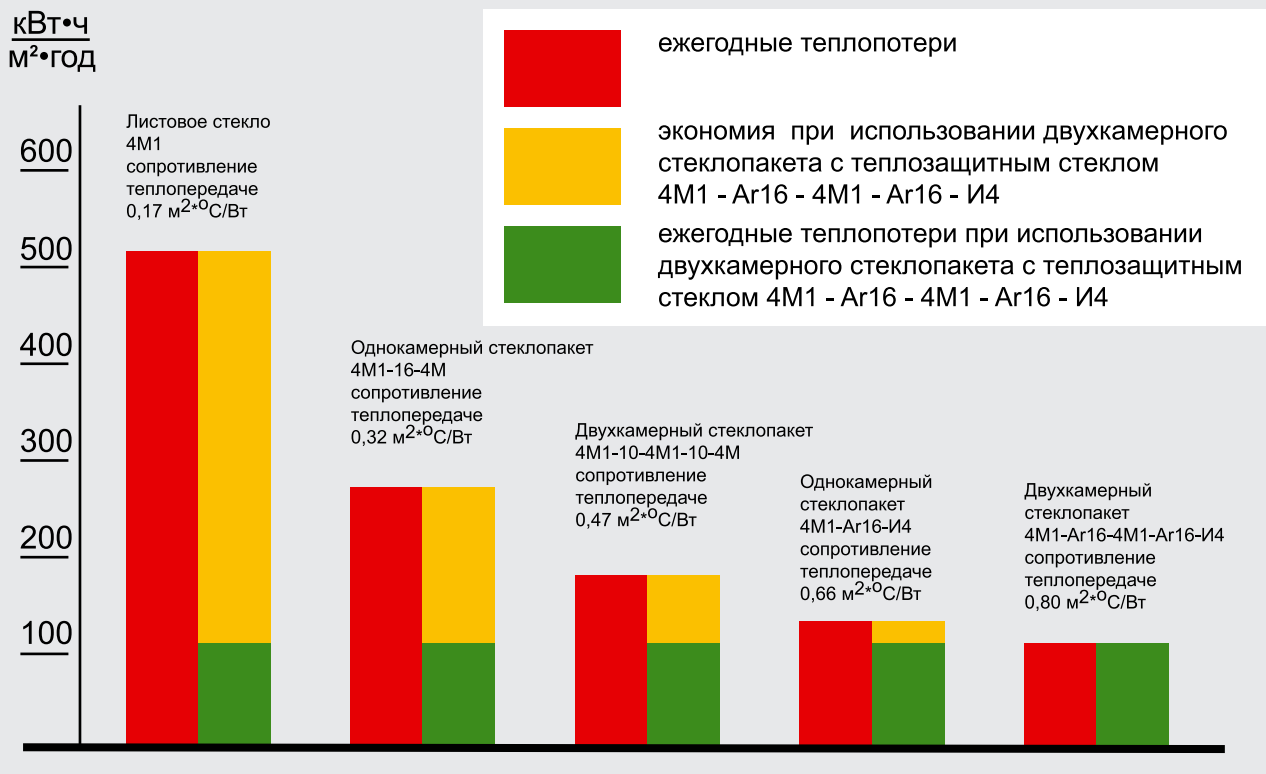

Рис. 5. Сопоставление тепловых потерь различных типов стеклопакетов
- потери энергии (табл. 2 и рис. 5);
Окна являются слабым местом теплозащиты «наружной оболочки» дома, если не принято никаких дополнительных мер по теплозащите. Теплозащитное остекление 4M1-Ar16-4M1-Ar16-И4 (сопротивление теплопередаче 0,8 м²·°С/Вт) позволяет значительно уменьшить теплопотери. Например (рис. 5), в отопительный сезон вы можете сэкономить на каждом квадратном метре оконной площади теплозащитного остекления по сравнению с: